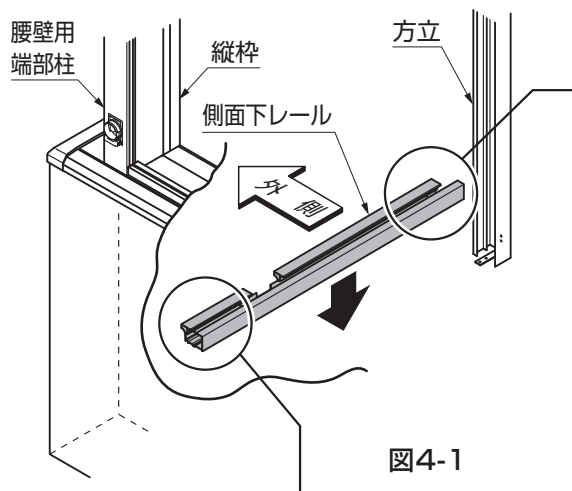
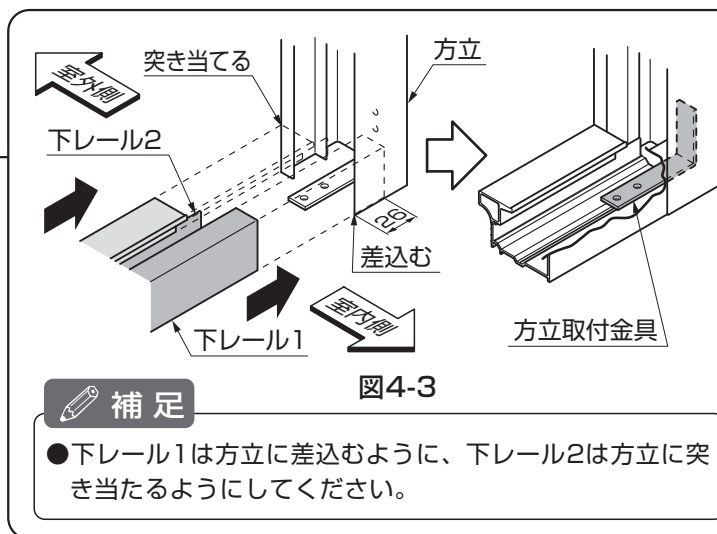
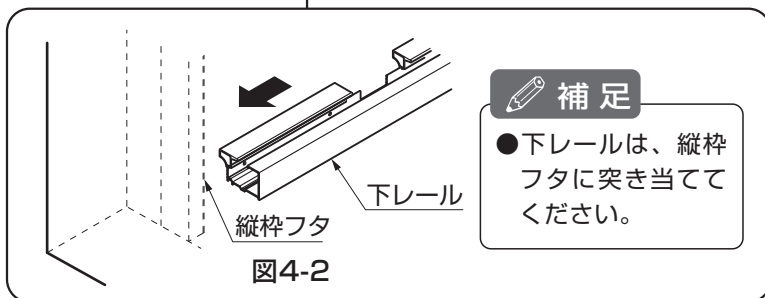

図4-1
図4-3
図4-2
- ①下レールを仮置きしてください。（図4-1、図4-2、図4-3参照）